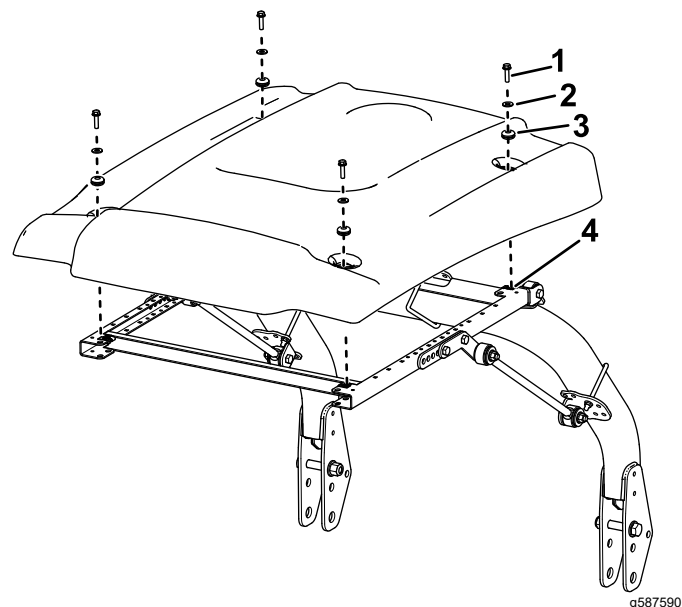

Figure 41
15. Lors de l'alignement des trous de fixation, positionnez le pare-soleil sur le cadre comme montré à la Figure 41.
16. Fixez légèrement chaque coin du pare-soleil au cadre avec un boulon à embase (5/16" x 1"), une petite rondelle et une bague (Figure 41).